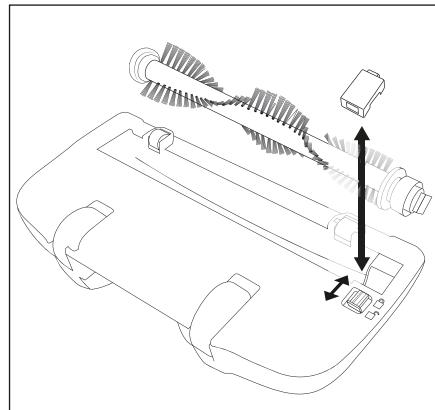

Fig. 5
- 2) Skub låsen på dækpladen i retning af symbolet  så dækpladen kan tages af (fig. 5).
- 7) Sæt dækpladen på igen, indtil den klikker på plads. Afdækningspladen løser, ved at låsen skubbes automatisk i retning af  symbolet (fig. 5).